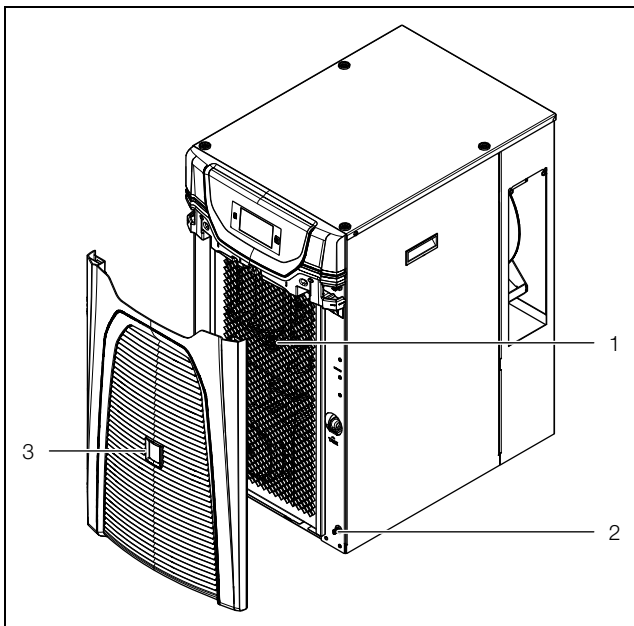

Abb. 38: Lamellengitter abziehen
- Ziehen Sie vorne am Chiller das Lamellengitter (Abb. 38, Pos. 3) von den Halteclips (Abb. 38, Pos. 2) ab und stellen oder legen Sie es sicher ab.